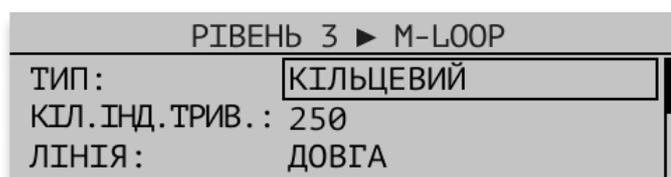

Рисунок 10.8.4 – Налаштування M-LOOP
10.8.4 Модуль M-LOOP використовується для організації додаткового АІ в СПСА. Налаштування модуля фактично є налаштування АІ, яке виконується аналогічно розділу 10.7. Вікно налаштувань показано на Рис. 10.8.4.